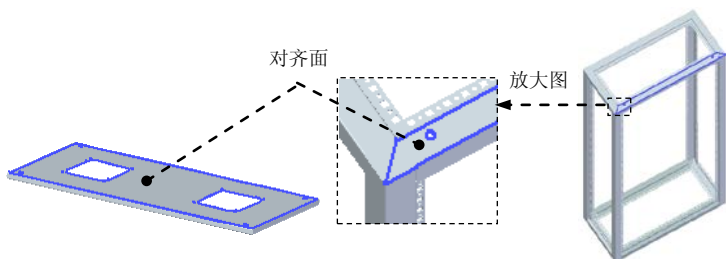

图 8.13.331 对齐
(1) 单击“相关”区域中的  命令, 选取图 8.13.331 所示的两个钣金件上要配合的面。